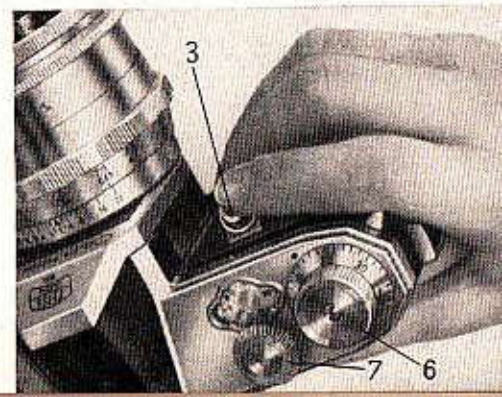

Abb. 3
Die Auslösung des Verschlusses erfolgt am Auslöseknopf (3). Um eine Verwacklung der Aufnahme zu vermeiden, muß der Auslöseknopf gleichmäßig, nicht ruckartig, durchgedrückt werden. Man legt hierzu das Vorderglied der Zeigefingers auf die vordere Kante des Auslöseknopfes (3) und drückt diesen mit dem Finger hebelartig durch (Abb. 3).